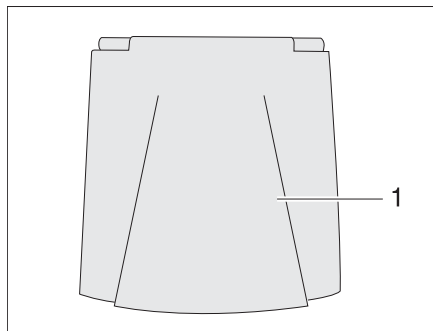

Bild 35 Verschlussklappe für Kraftstoff-Einfüllstutzen
- Verschlussklappe (Bild 35,1) öffnen.
- Schlüssel in Schließzylinder (Bild 35,3) stecken und entgegen dem Uhrzeigersinn drehen.
- Verschlussdeckel (Bild 35,2) abnehmen.